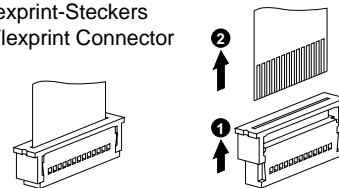

Fig. 4
- Steckverbindungen H, K, L, M und N lösen (Fig. 4 und 6).
- Disconnect the connectors H, K, L, M and N (Fig. 4 and 6).